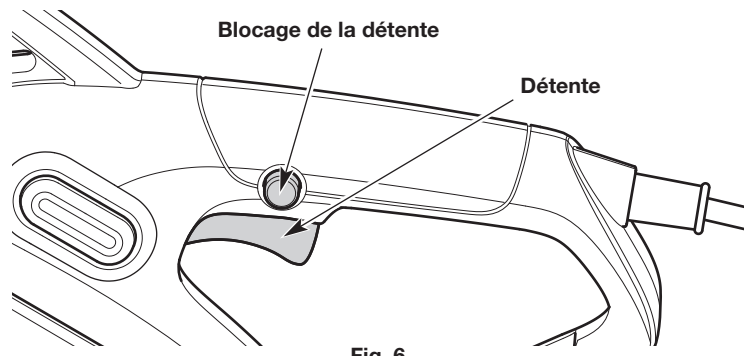

Fig. 6
1. Appuyer sur le blocage de la détente et le maintenir enfoncé (Fig. 6).
2. Maintenir le blocage de la détente enfoncé. Presser et maintenir la détente enfoncée pour démarrer l'appareil (Fig. 6).
1. Relâcher la détente et attendre que toutes les pièces mobiles s'arrêtent complètement (Fig. 6).